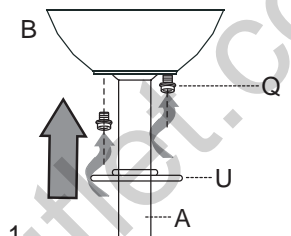

Fig. 1
1. Localice los dos tornillos para montaje de la cubierta (Q) en la parte inferior del soporte de montaje (C) y quite el tornillo para montaje de la cubierta (Q) que está localizado más cerca del extremo abierto del soporte de montaje (C). Afloje parcialmente el otro tornillo para montaje de la cubierta (Q). Eleve la cubierta (B) hasta el soporte de montaje (C). Ponga la parte redondeada del agujero con ranura en la cubierta (B) encima del tornillo para montaje de la cubierta (Q) aflojado en el soporte de montaje (C) y empuje hacia arriba. Gire la cubierta (B) para cerrarla. Vuelva a introducir el tornillo para montaje de la cubierta (Q) que se quitó, y luego apriete bien ambos tornillos para montaje de la cubierta (Q). Suba la decoración para la cubierta (U) hasta la cubierta (B), alineando la parte redondeada de los agujeros con ranura en la parte inferior de la decoración para la cubierta (U) con las cabezas de tornillo en el fondo de la cubierta (B). Gire la decoración para la cubierta (U) a la derecha (en el sentido de las agujas del reloj) hasta que ya no gire. [Fig. 1]
1. La cadena de encendido, etiquetada VELOCIDAD, tiene cuatro posiciones para controlar la velocidad del ventilador. Jálela una vez para la velocidad ALTA, dos veces para la velocidad MEDIA, tres veces para la velocidad BAJA y cuatro veces para APAGAR el ventilador. [Fig. 1]